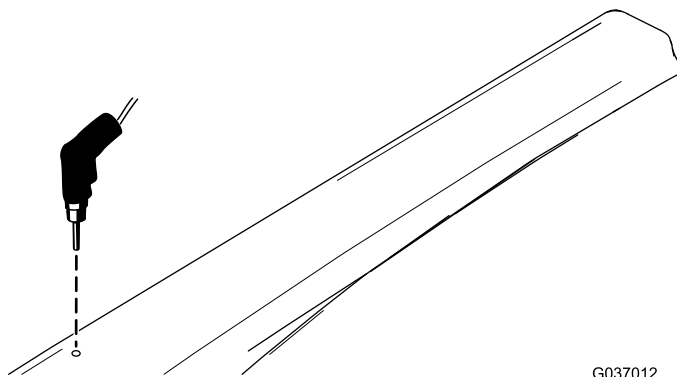

Рисунок 13
14. Используя отверстия в верхней части опорных кронштейнов крыши как шаблоны, просверлите по одному отверстию диаметром 7,9 мм на каждой стороне солнцезащитного навеса (Рисунок 13).